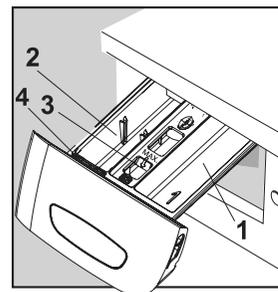
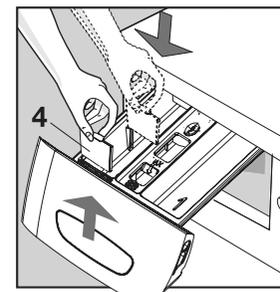

fig. 6
fig. 6S
- **vak 1** (fig. 6:1) voor de *voorwas* en inweken (*biowas*).
- **vak 2** (fig. 6:2) voor de *hoofdw*as.
- **vak 3** (fig. 6:3) voor de *wasverzachter*.
In vak 2 is, tegen de voorkant aan, een los **verdeelschotje** (fig. 6:4) aanwezig om het gebruik van vloeibaar wasmiddel mogelijk te maken. Zet vóór het gebruik van een vloeibaar wasmiddel het verdeelschot 4 in de geleiders in het midden van vak 2 (fig. 6S). Het “voorste” gedeelte is dan voor het vloeibare wasmiddel. Gebruik géén vloeibaar wasmiddel voor de *voorwas*, maar alléén voor de *hoofdw*as.
- De wasmiddellade (fig. 6) *nooit openen als* de machine zich met water vult of als er een wasprogramma *loopt*.
- Trek de wasmiddellade (fig. 1:1) een stuk uit het paneel en voeg een wasmiddel toe in het juiste vak (fig. 6).